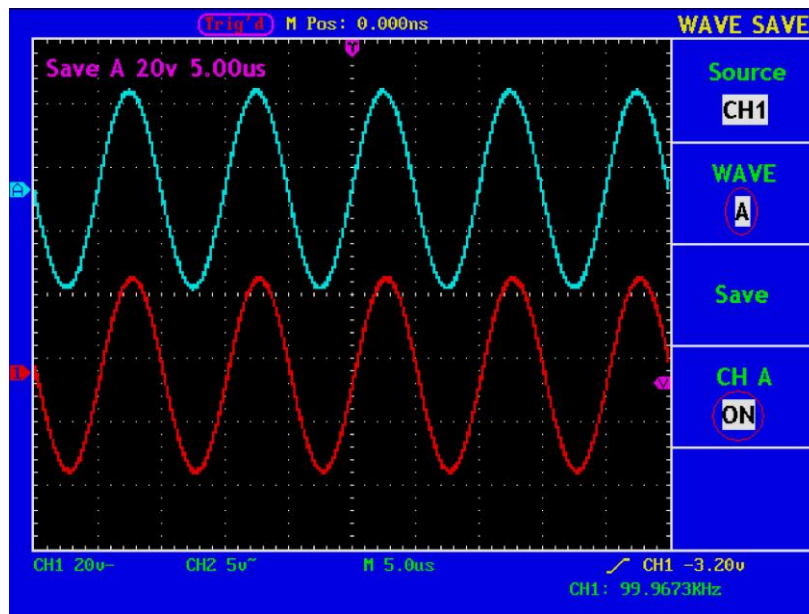

Abb. 60 Speicherung der Wellen
4. Drücken Sie die Menüauswahltaste **F4** und wählen Sie **ON** bei CHA. Die gespeicherte Wellenform A wird auf dem Bildschirm angezeigt. Spannungspegel und Zeitbasispegel erscheinen gleichzeitig in der oberen linken Ecke des Bildschirms (siehe Abb. 60).